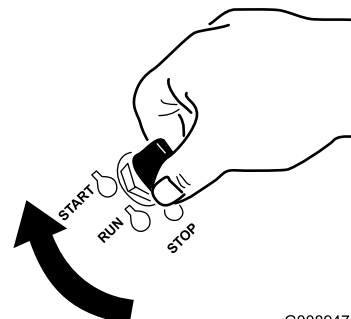

Figura 15
1. Girate la chiave di accensione in posizione di avvio (Figura 15).